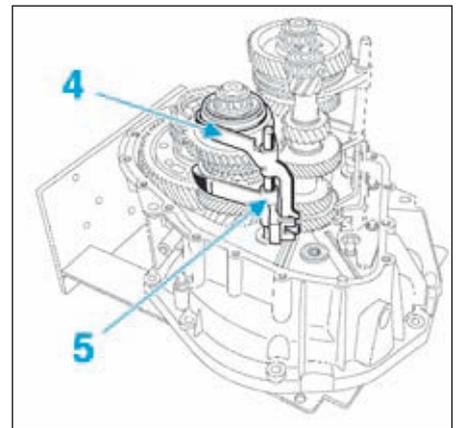

FIG.17
- Déposer l'ensemble axe et baladeur de marche arrière (4) et la fourchette de troisième-quatrième (5) (Fig.17).